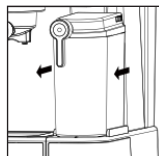
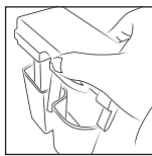

Рис. 1
Рис. 2
- Возьмитесь за ёмкость (11), потяните её по направлению к себе (рис. 1) и снимите с ёмкости (11) крышку капучинатора (12) (рис. 2). Наполните ёмкость (11) водой, до отметки максимального уровня.